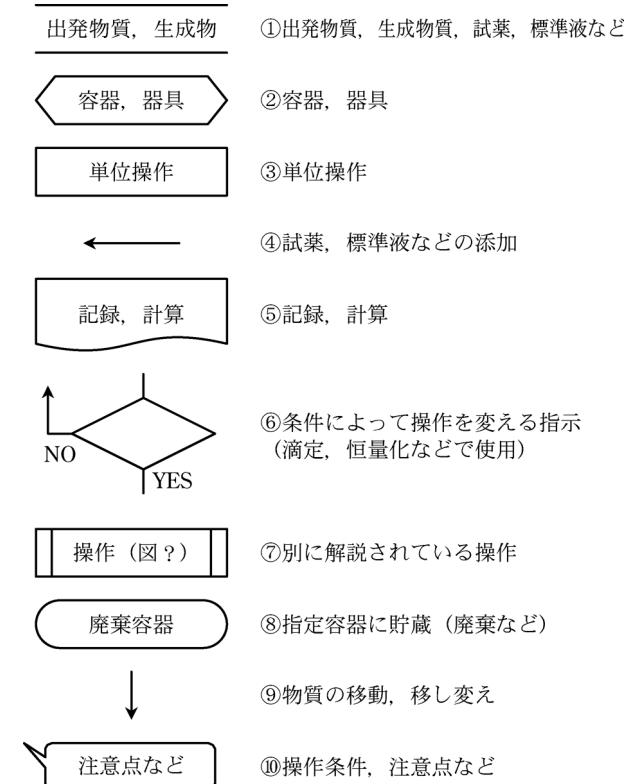
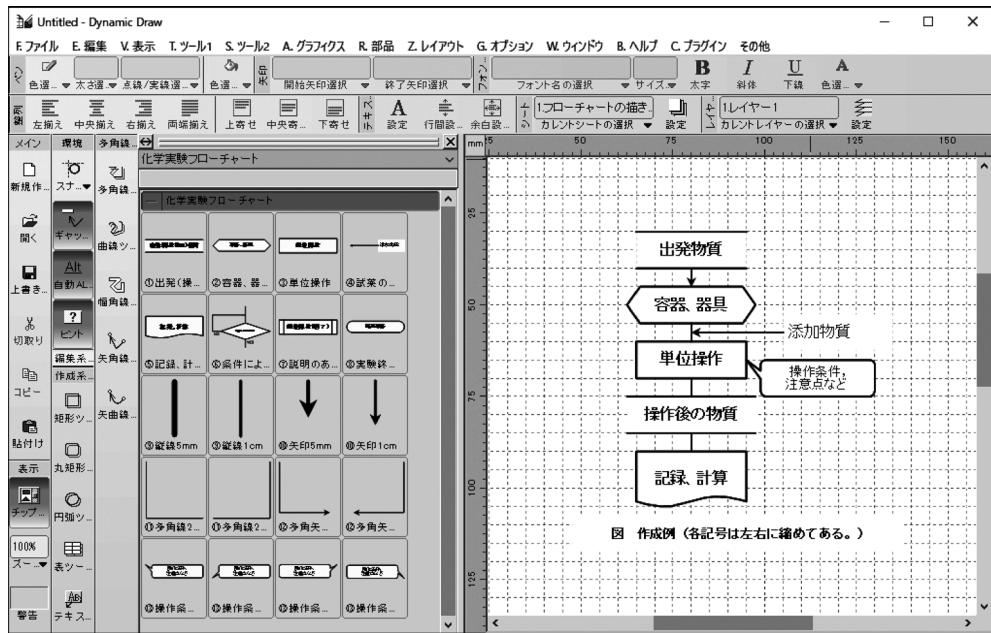

図1 フローチャート記号²⁾
図 2 テンプレート画面
「容器・器具」は測定精度やコンタミネーションの履歴を考える上で重要な要素である。記号の定義を図1に示す。レポートなどにおいて狭いスペースでもチャート全体が描画できるように単純な記号としている。図中、②(容器・器具)以外は実験書⁶⁾⁷⁾とほぼ同等であるが、②についてはJIS X0221(情報処理用流れ図・プログラム網図・システム資源図記号、1986)の「準備」を示すフローチャート記号を割り当てている。フリーウェアには操作性やカスタマイズ性などの点から情報関係の実習などで使用例があるDynamic Draw^{®8)}を使用している。テンプレートを図2に示す。このテンプレートは「化学実験フローチャート作成用テンプレート」として
まず、実験手順に関する文中からフローチャート記号に該当する構成要素を抜き出す。次に、ワークシート(図2)画面左側のチップテーブルから該当する構成要素のフローチャート記号を選んでクリックし、そのまま画面右側にあるワークシートの任意の場所へドラッグ＆ドロップする。ドロップ後、記号の文字部分をダブルクリックしてテキストを書き換える。続いて、各フローチャート記号を出発物質と操作後の物質(生成物質)に関する流れを「幹」にして上から下に配置する。試薬の添加は「幹」の右側に配置する。配置後、記号間を縦実線で結ぶ。物質の移動(容器への添加、移し替えなど)を示す部分には矢印(図1⑨)を使用する。必要に応じて多角線や矢印などを用いる。最後に配置を整え、吹き出し記号(図1⑩)で実験条件や注意点などを書き加える。なお、作成方法は動画プラットフォームYouTube®でも一般公開されている¹⁰⁾。登録記号の変更や追加などワークシートをカスタマイズする方法については既報²⁾を参照されたい。